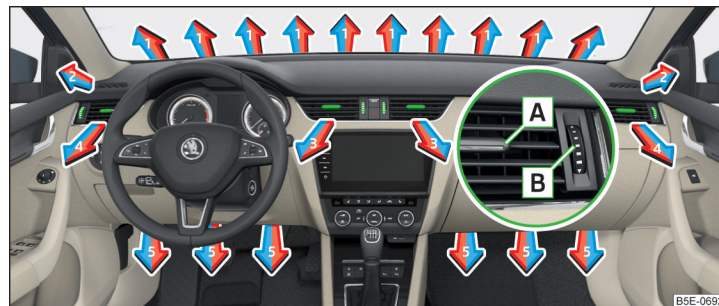
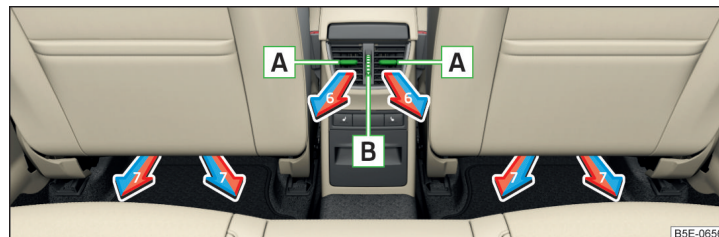

Abb. 153 Luftaustrittsdüsen vorn
Abb. 154 Luftaustrittsdüsen hinten
Bei den Luftaustrittsdüsen **3, 4** » Abb. 153 und **6** » Abb. 154 kann die Luftströmungsrichtung geändert und die Düsen können auch einzeln geöffnet und geschlossen werden.
Die Einstellung der Luftstromrichtung erfolgt durch das Verschieben des Verstellelements **A** » Abb. 153 bzw. » Abb. 154 in gewünschter Richtung.
- › Zum **Öffnen** den Regler **B** » Abb. 153 bzw. » Abb. 154 nach oben drehen.
- › Zum **Schließen** den Regler **B** » Abb. 153 bzw. » Abb. 154 nach unten drehen.
Richtung des Luftaustritts einstellen	Luftaustrittsdüsen » Abb. 153 und » Abb. 154